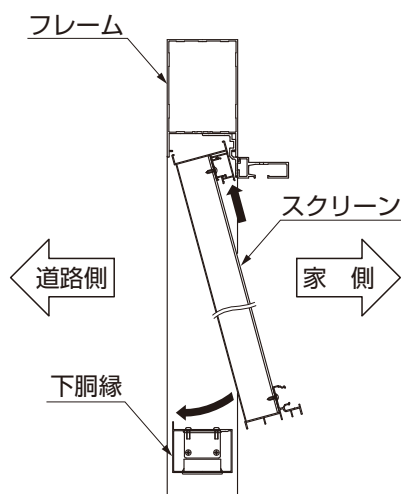

図8-4 スクリーンの取付け
- スクリーンは家側からフレームに組込んでください。(図8-4参照)